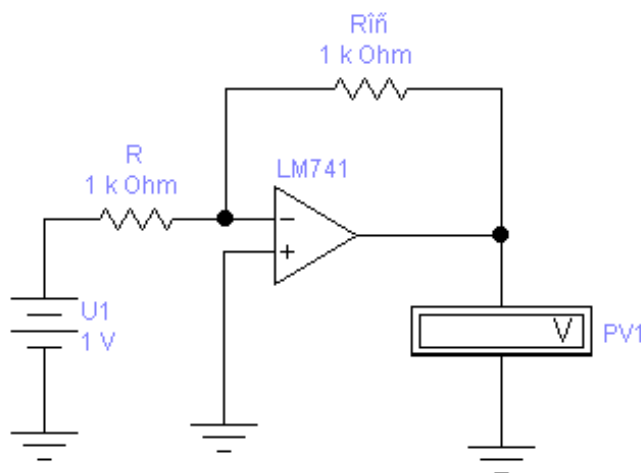

Рисунок 1 - Схема для исследования инвертирующего усилителя на базе ОУ
2.1. Соберите схему для исследования инвертирующего усилителя на базе ОУ (рис. 1).
2.5. Изменяя значения напряжения источника сигналов $U_{вх}$ (на рис. 1 обозначен как U1), запишите значения выходных сигналов $U_{вых}$ (показания вольтметра PV1) в таблицу 1.